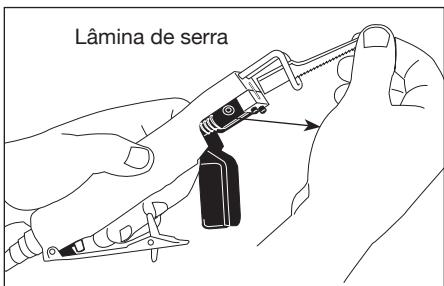

Figura 6
- Retire cuidadosamente a lâmina do conjunto da serra conforme mostrado na figura 6.